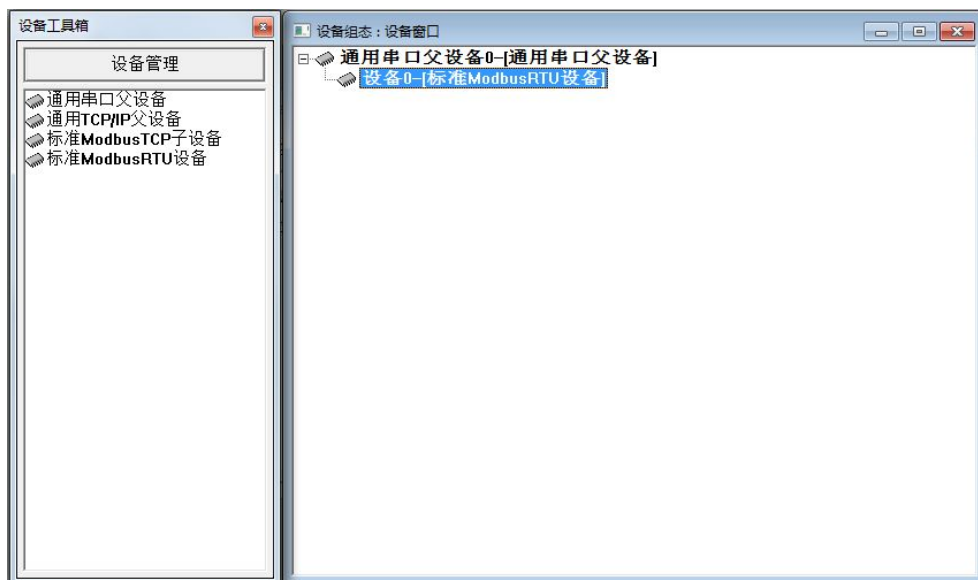

图 2-2-3
4、双击【设备工具箱】中的【通用串口父设备】和【标准 Modbus RTU 设备】到【设备窗口】中。如图 2-2-3 所示：